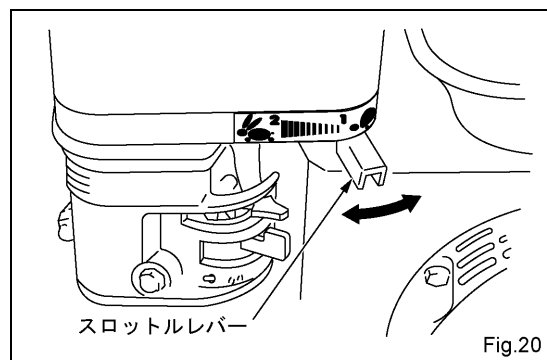

Fig.20
(7) スロットルレバー
- ・ スロットルレバーは、最適な作業速度となるような位置に調整して下さい。(Fig.20)